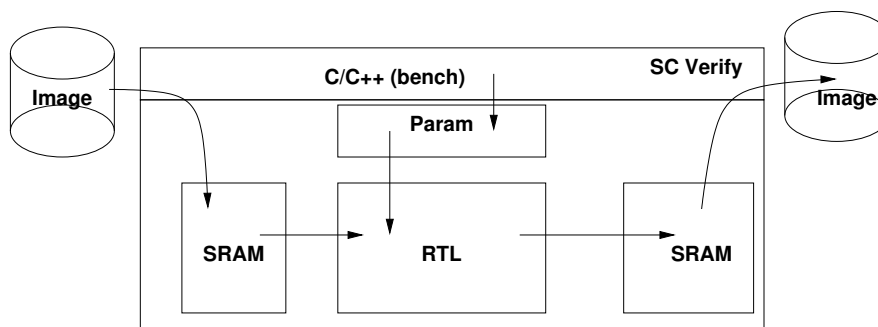

FIGURE 4 – Etape 4 : vérification *post*-HLS dans l’environnement SC-Verify
- **V**érification fonctionnelle post-HLS, figure 4